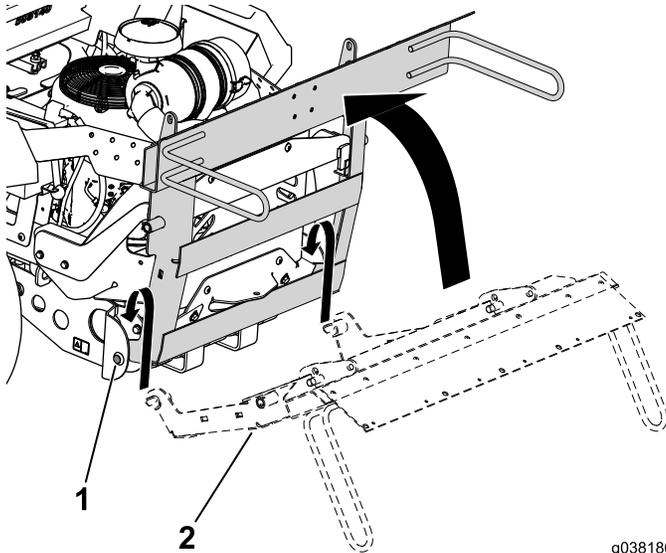

Figura 17
1. Coloque el bastidor del ensacador en las pasadores de giro del soporte, y gírelo hacia adelante (Figura 17).